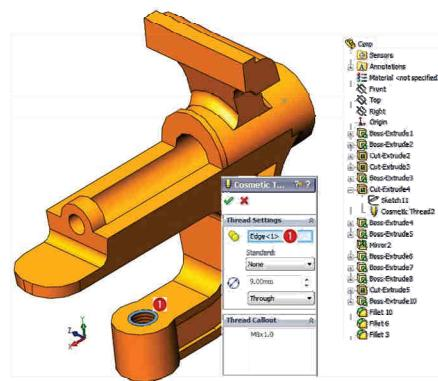

Fig. 2.19
- Selectie muchie circulară ① de diametru  $\phi 8$  la care se va ataşa filetul; identificatorul acestia Edge <1> va fi depus în câmpul **Circular Edges**  , fig. 2.19.
- Select the circular edge ① with a diameter of  $\phi 8$  where the thread will be attached; the edge ID **Edge <1>** will be completed in the **Circular Edges**  field, fig. 2.19.